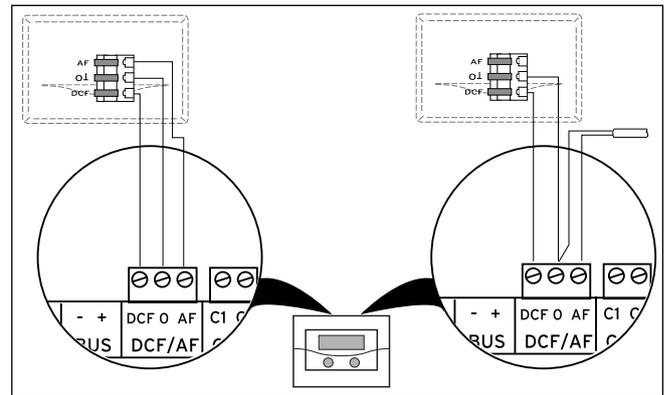

Fig. 4.30 Conectar el receptor DCF a la izquierda con la sonda exterior suministrada (receptor DCF), a la derecha solución especial con sonda exterior externa
► Cablee el receptor DCF según se muestra en la fig. 4.30.